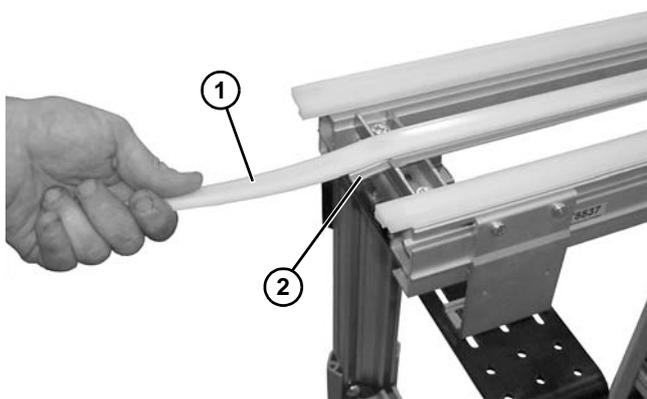

Figure 67
2. Sortir en le glissant le rail central (**Figure 67, élément 1**) du châssis (**Figure 67, élément 2**).